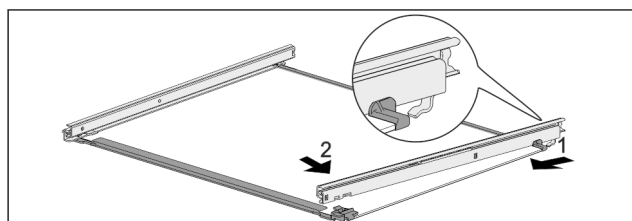

Fig. 166 Steklana plošča z vodili
- ▶ Vodilo obesite na kavelj na zadnji strani. *Fig. 166 (1)*
- ▶ Vodilo zaskočite na sprednji strani. *Fig. 166 (2)*